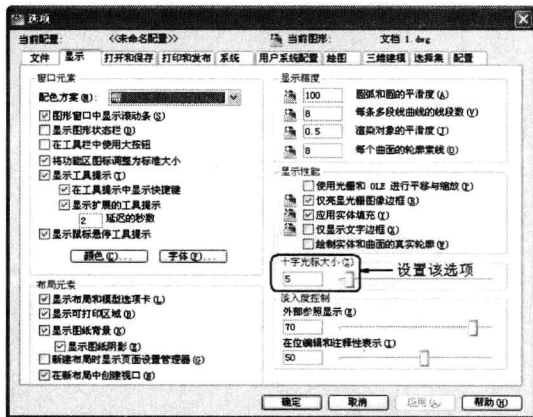
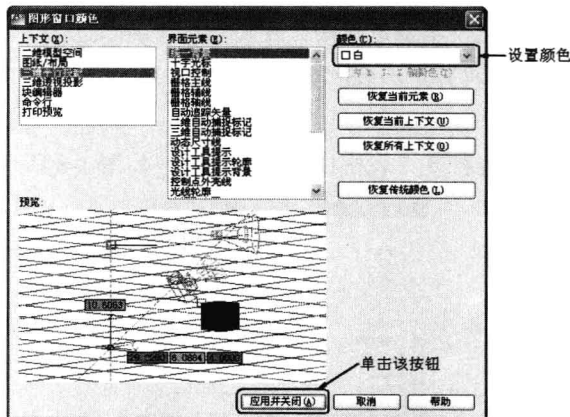

图 1-3 “选项”对话框中的“显示”选项卡
图 1-4 “图形窗口颜色”对话框
在绘图窗口中选择菜单栏中的“工具”→“选项”命令, 屏幕上将弹出“选项”对话框, 打开“显示”选项卡, 在“十字光标大小”区域中的编辑框中直接输入数值, 或者拖动编辑框后面的滑块, 即可对十字光标的大小进行调整, 如图 1-3 所示。
(1) 选择“工具”→“选项”命令, 打开“选项”对话框, 打开如图 1-3 所示的“显示”选项卡, 单击“窗口元素”区域中的“颜色”按钮, 将打开如图 1-4 所示的“图形窗口颜色”对话框。
(2) 单击“图形窗口颜色”对话框中“颜色”字样右侧的下拉箭头, 在打开的下拉列表中选择需要的窗口颜色, 然后单击“应用并关闭”按钮, 此时 AutoCAD 的绘图窗口变成了窗口背景色, 通常按视觉习惯选择白色为窗口颜色。